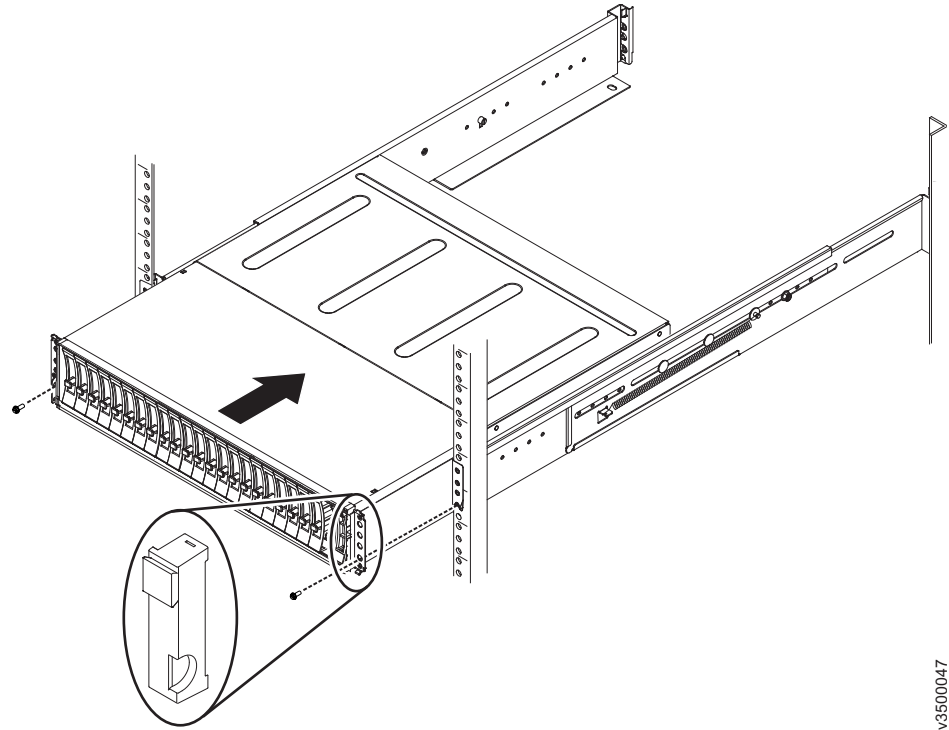

図 17. エンクロージャーの挿入
3. エンクロージャーが完全に挿入されるまで、レールに沿って注意深くエンクロージャーをラックにスライドさせます(図 17 を参照)。
5. 左右のエンド・キャップを再取り付けします。(図 17 を参照)。左側のエンド・キャップには、エンクロージャーの端にある状況 LED (発光ダイオード) と位置合わせするインディケーター・ウィンドウがあります。